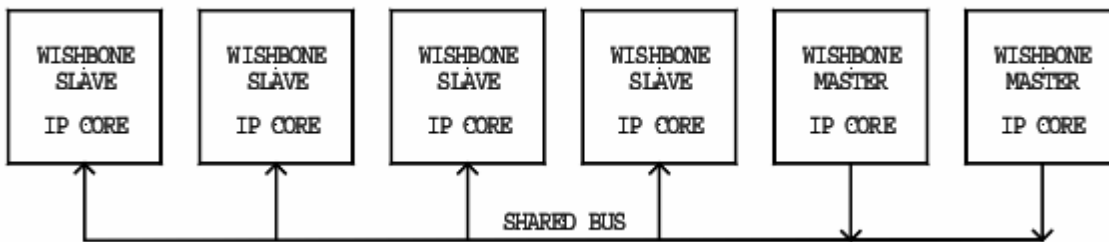

图 1-3 Wishbone 的 Share Bus 互连结构
- 共享总线 (Shared Bus) (图 1-3)，多个 IP 核共享一条总线；